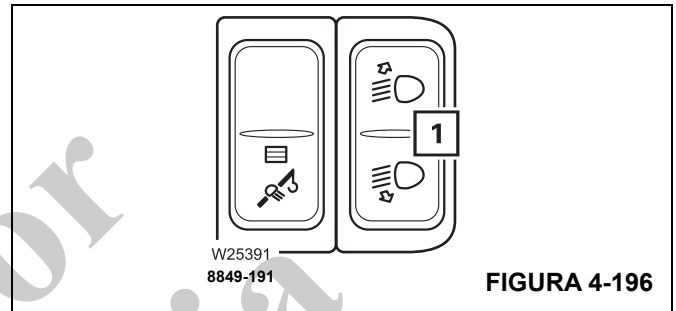

FIGURA 4-196
- Presione el botón (1), (Figura 4-196), hacia arriba.
- Presione el botón (1), (Figura 4-196), hacia abajo.